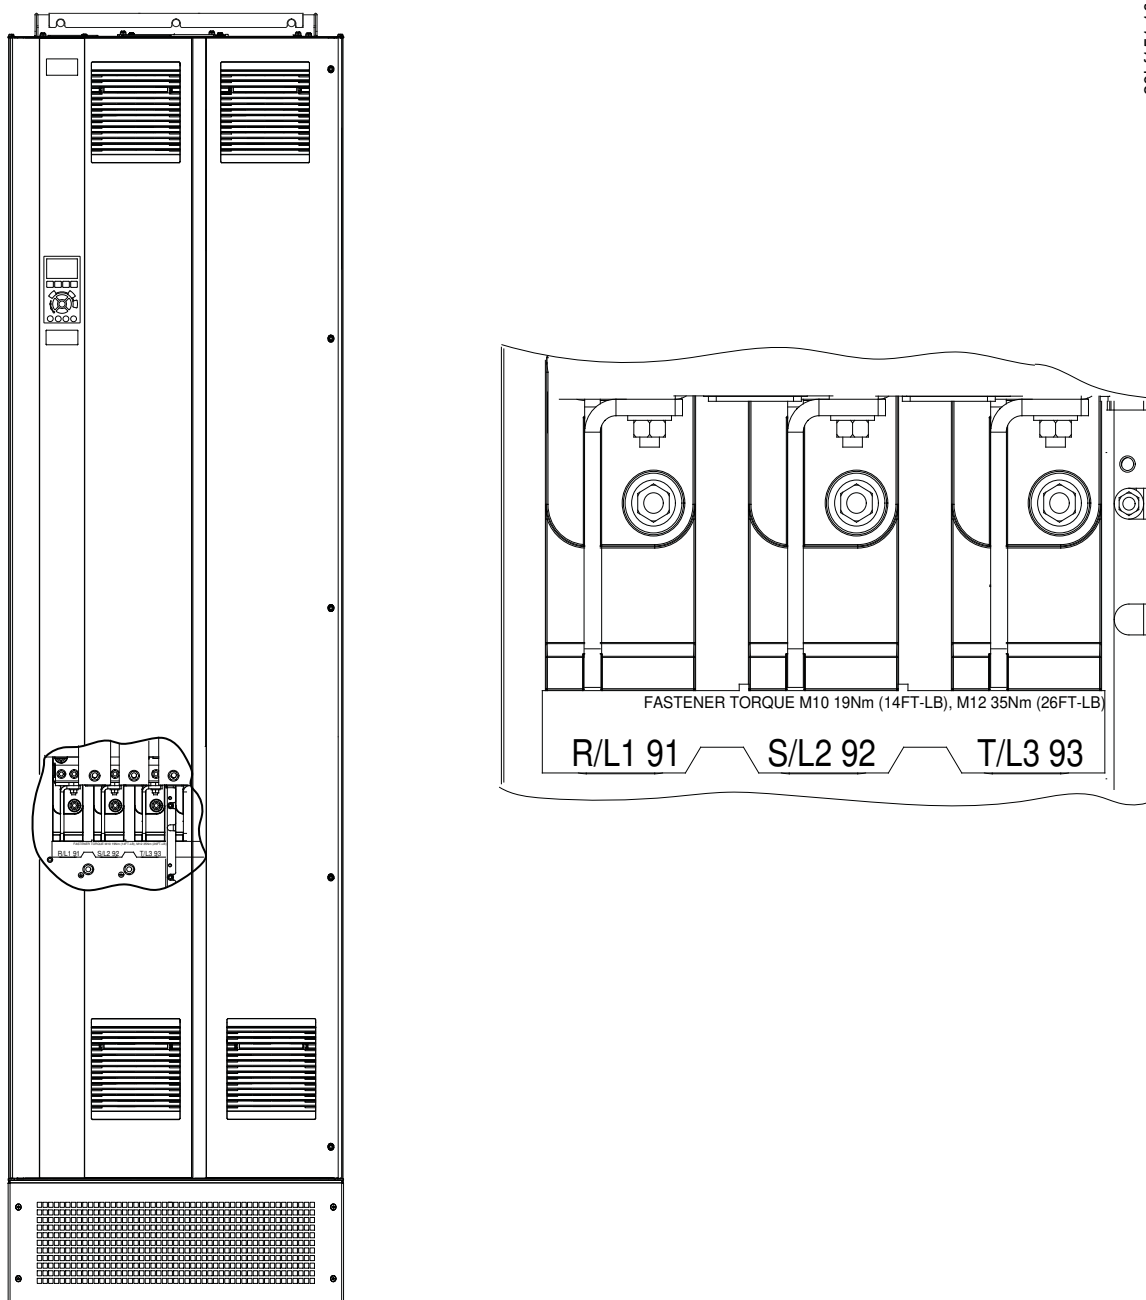

Рисунок 20: Клеммы подключения сети пер. тока (показан корпус E1h).
4. Подключите проводку трехфазной сети переменного тока к клеммам R, S и T (см. Рисунок 20).